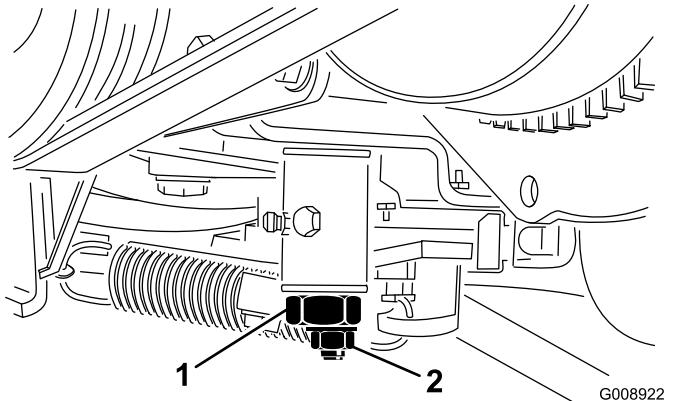

Figura 59
- Desaperte a porca de bloqueio no excêntrico de tração (Figura 59).